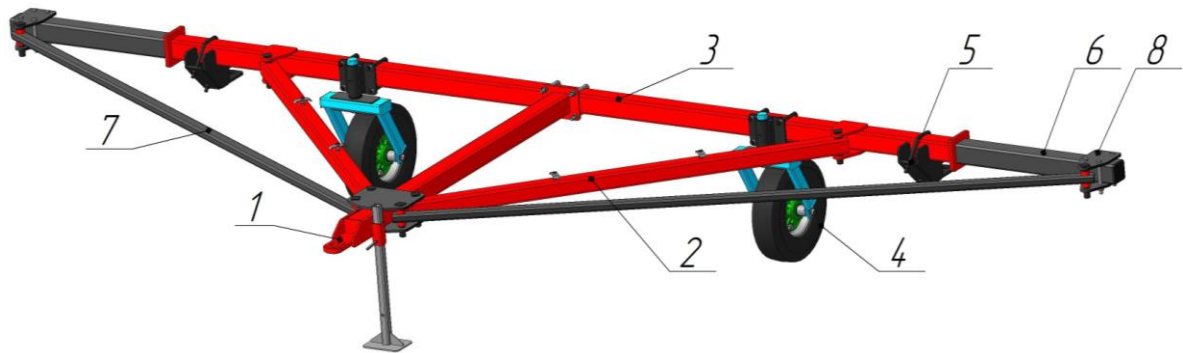

Рисунок 1 - Сцепка гидрофицированная СП-5 двух культиваторов КСО-4(5)
Сцепка СП-5 (рис.1) представляет собой прицепную машину, состоящую из следующих основных сборочных единиц:
4.4 Брус задний 3 (рис.1) представляет собой сварную конструкцию, которая посредством осей и скоб крепится к снице 1 и раскосам 2.
На бресе заднем посредством фланцев закрепляются удлинители 6 (рис.1) на которых устанавливаются, колесо с пневматической шиной 5,00-10 и прицеп, служащий для присоединения к сцепке сеялки.
4.6 Растяжка 7 (рис.1) связывает сницу 1 с удлинителем 6 и фиксируется пальцами. При переводе сцепки из рабочего положения в транспортное растяжка 7 снимается и снимаются удлинители..
6.2.4. Присоединение культиваторы к сцепке осуществляется с помощью прицепов (рис.1).